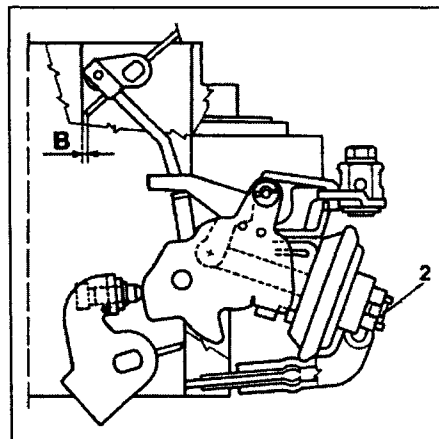

Рис. 4.17 Регулировка привода пускового устройства
- 17 Пальцем протолкните шток диафрагмы до упора. В то же время хвостовиком сверла измерьте зазор между нижней кромкой воздушной заслонки и впускной горловиной. Размер сверла записан в Спецификациях (рис. 4.17).